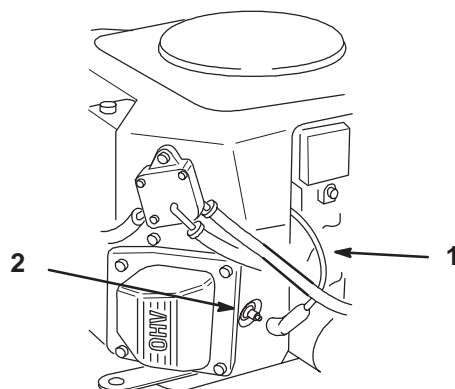

Figure 32
2. Débranchez les fils des bougies (Fig. 32). Nettoyez la surface autour des bougies pour éviter que des impuretés n'endommagent le moteur en tombant à l'intérieur.
3. Connectez les fils aux bougies (Fig. 32).